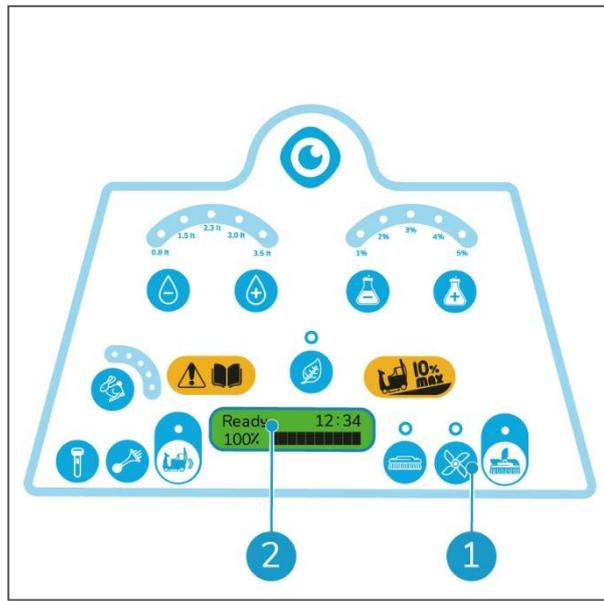

Figure 32
2. Tourner la clé de contact sur la position « I ». Au bout de quelques secondes, la mention « Ready » (prêt) apparaît sur l'affichage (Figure 32, pos. 2).
3. Appuyez sur le bouton poussoir (Figure 32, pos. 1). La raclette se met en position basse.
10. Au bout de quelques secondes, la mention « Ready » (prêt) apparaît sur l'affichage (Figure 32, pos. 2).